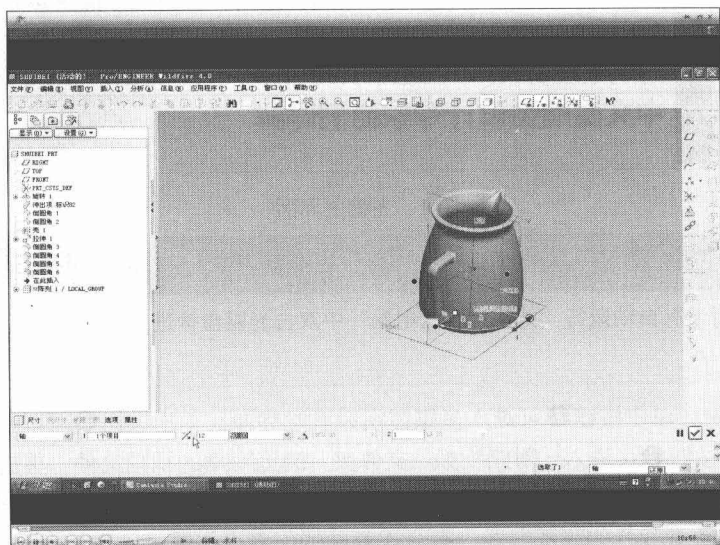

图 3 全屏播放界面
4. 单击“视频播放区”中控制条上的按钮可以控制视频的播放, 如暂停、快进; 双击播放画面可以全屏幕播放视频, 如图 3 所示; 再次双击全屏幕播放的视频可以回到如图 2 所示的播放模式。